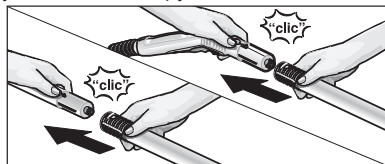

Рис. 3: Присоединение удлинительных трубок
• При необходимости пользуйтесь удлинительной трубкой (G1). В этом случае одну или обе удлинительные трубки (G1) присоединить к паровому пистолету (C1) (см. рис. 3). После этого наденьте нужную вам насадку (D1,E1,F1,H1) на свободный конец удлинительной трубки.